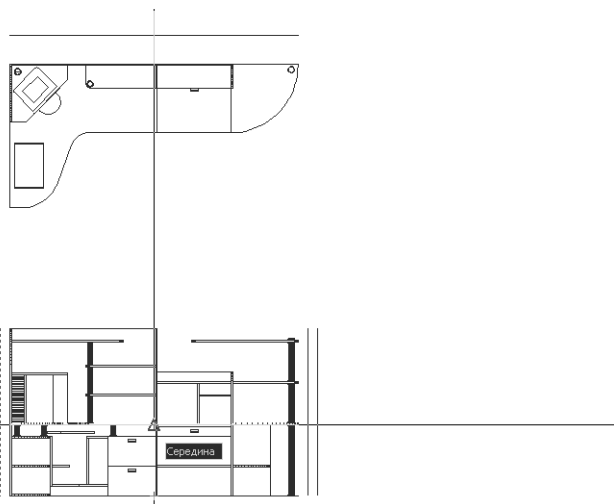

Рис. 10.6 ▼ Создание вспомогательных вертикальных линий на главном виде
- Создайте зеркальное отображение двух полученных вертикальных линий относительно середины столешницы (рис. 10.6).